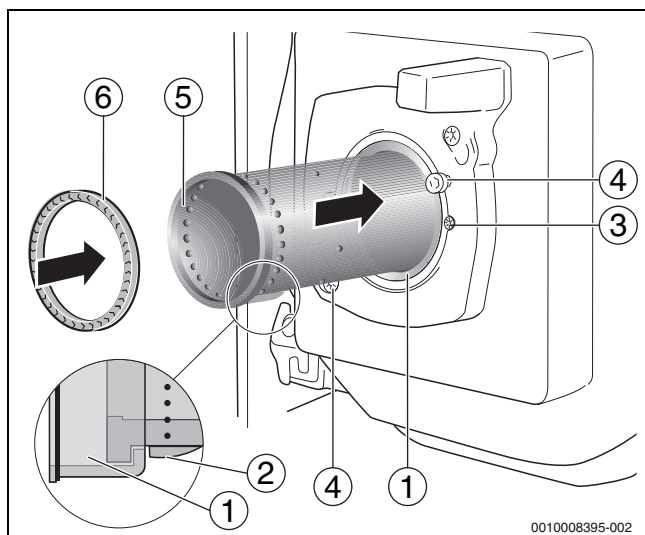
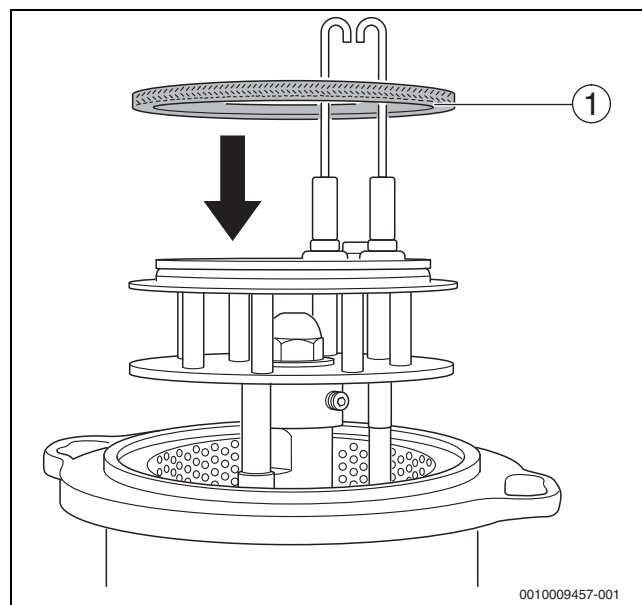

Рис. 41 Замена огневой трубы горелки
Рис. 43 Установка уплотнения
- ▶ Вставьте новую огневую трубу горелки (→рис. 41, [5]) в опорную трубу.
Введите огневую трубу горелки до упора в опорную трубу так, чтобы выступ был внутри нее (→рис. 41, [2]).
Выступ трубы горелки должен зафиксироваться и находится внизу (→рис. 41, см. выноску).
- ▶ Установите новое уплотнение (→рис. 41, [6]).
- ▶ Перед установкой горелки проверьте уплотнение (→рис. 41, [6], или рис. 43, [1]) между смесительной системой и огневой трубой горелки.
- ▶ Вставьте уплотнение (→рис. 41, [6]) в огневую трубу горелки.
- ▶ Уплотнение (→ рис. 43, [1]) установить сначала на смесительную систему.
- ▶ Установите горелку на оба винта во фланце (→ рис. 41, стрелка).